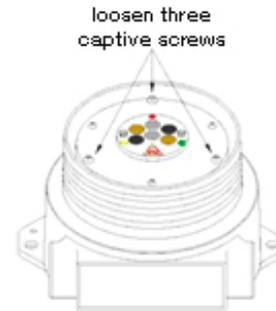

Figura 2-7
3. Solte os três parafusos prisioneiros no disco do Módulo de Detector (veja a Figura 2-7).